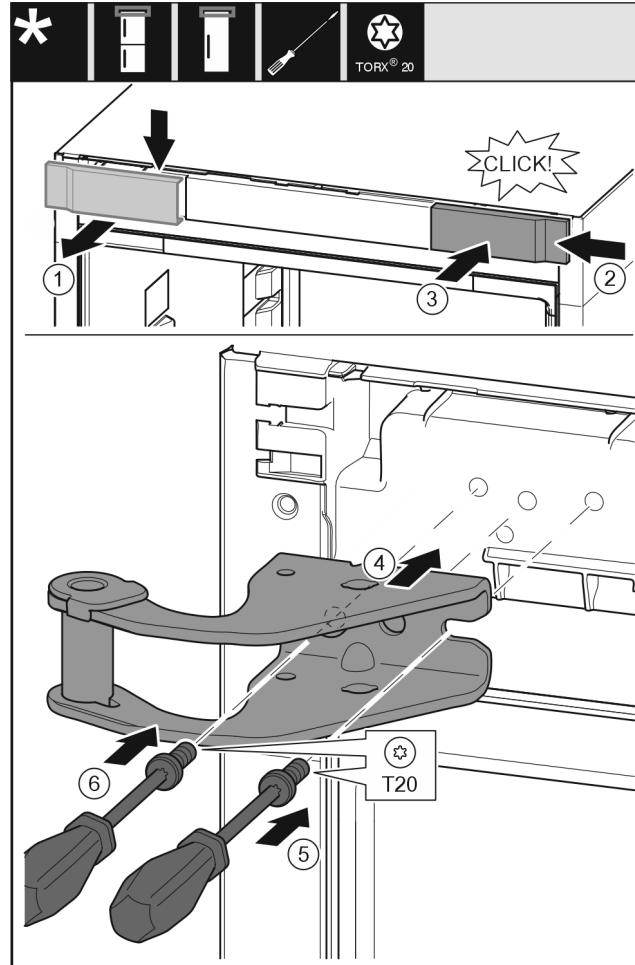

Fig. 11
- Снимите крышку сверху вперед. Fig. 11 (1)
- Навесьте крышку, повернув ее на 180°, справа с другой стороны. Fig. 11 (2)
- Зафиксируйте крышку. Fig. 11 (3)
- Установите верхний опорный кронштейн. Fig. 11 (4)
- Установите и затяните винт отверткой T20. Fig. 11 (5)
- Вставьте и затяните винт отверткой T20. Fig. 11 (6)